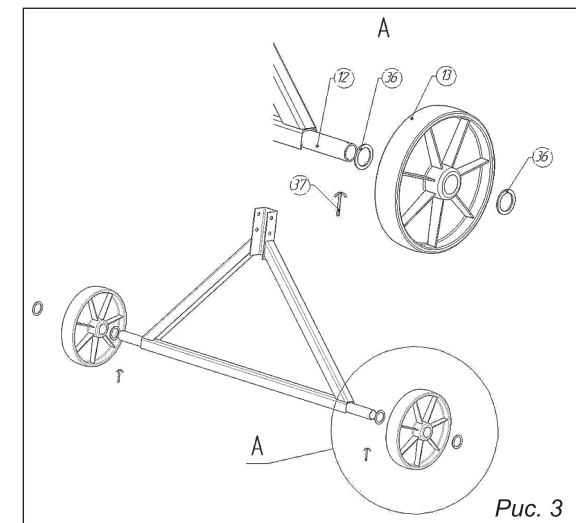

Рис. 3
6.1. Сборка колесной опоры (рис. 3)
- Произведите натяжение ремня 19 путем перемещения электродвигателя 21 по пазам плиты моторного блока 16. Удерживая электродвигатель 21, затяните болты крепления 44 (см. рис. 3) к плите моторного блока 16.